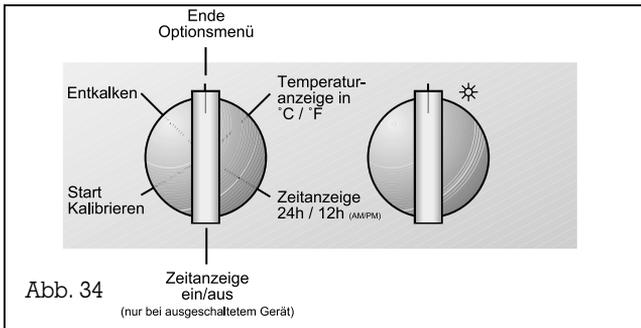

Abb. 34
- Drehen Sie den Bedienelement „Feuchtestufe“ nach rechts auf die Position „Entkalken“ (Abb. 34).